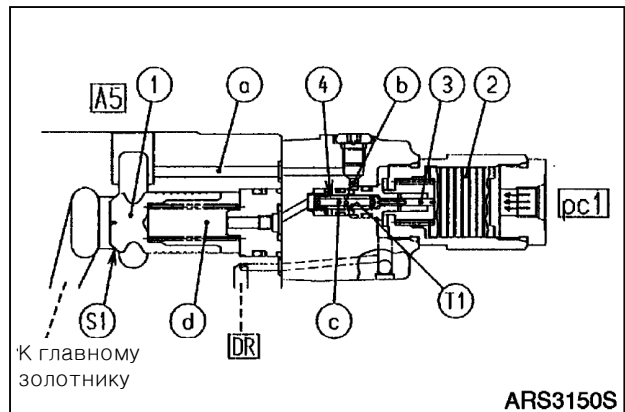

Рис. 19
2. Канал порта А5 (рис. 19) и камеры пружины перекрыт